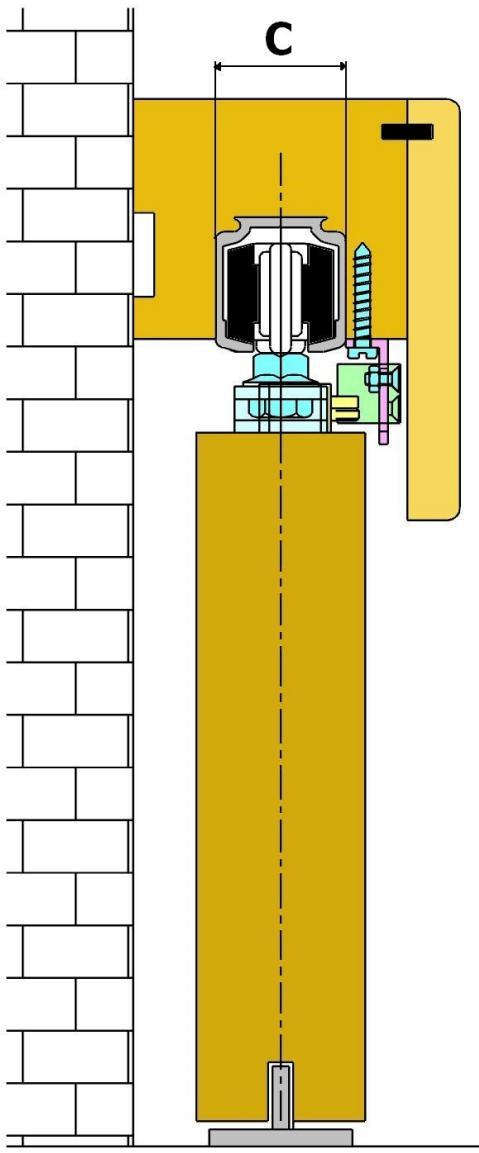
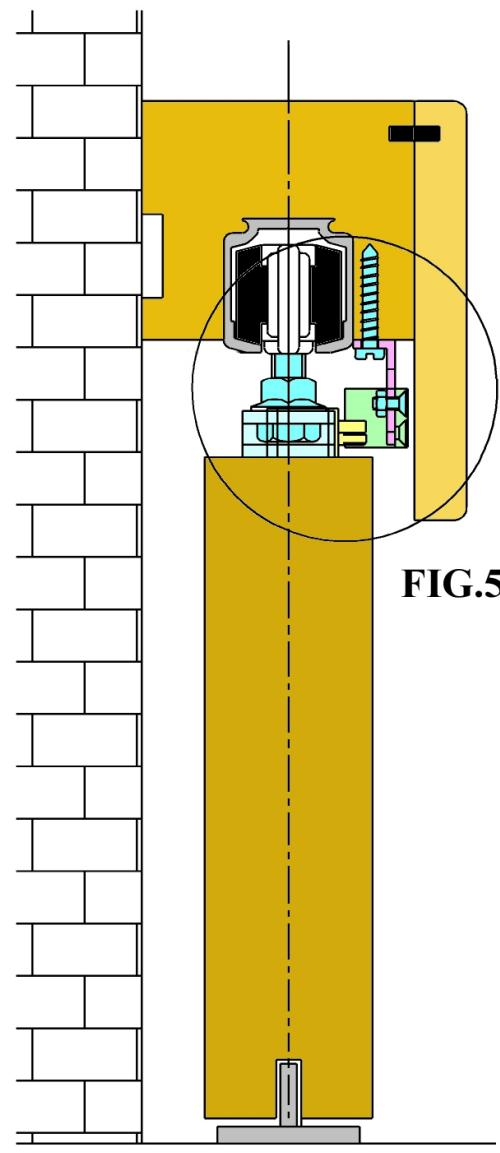
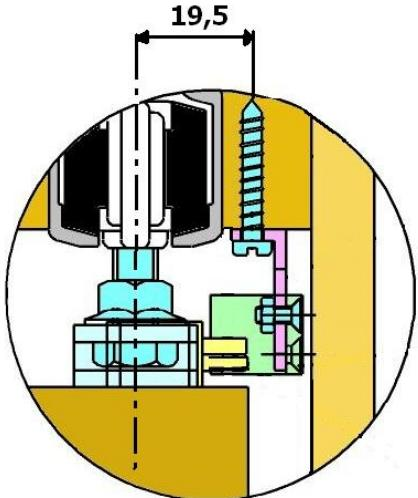

Fig. 3 Regolazione con altezza minima
Fig. 4 Regolazione con altezza massima
Fig. 7 Quote di posizionamento della staffa per monorotaie con larghezza C<29 mm
- **ATTENZIONE:** per monorotaie di larghezza C inferiore a 29 mm la staffa ad L non deve essere posizionata contro il bordo della monorotaia. Fissare la staffa in modo che i fori delle viti si trovino a 19,5mm dal centro della monorotaia (vedere Fig. 7)).
- Regolare l'altezza del dente in nylon in modo che agganci entrambi i denti in plastica del pistone senza toccare il bordo superiore dell'anta (vedere Fig.3) e 4)). Serrare il dado in modo da fissare in posizione il dente di nylon.
ATTENTION: for rails width C less than 29 mms. the L bracket must not be placed on board of the rail. Fix the bracket so that the holes of the screws are located at 19,5 mms. from the center of the rail (see Fig. 7).
- Regulate the height of the tooth in nylon so to hook the plastic teeth of the piston without hit the superior hem of the door (see Fig. 3 e Fig. 4). Tighten the locknut M3 so to fix in position the tooth in nylon.
- **ATTENTION** : pour les monorails de largeur C inférieur à 29 mm l'étrier à L ne doit pas être positionné contre le bord du monorail. Fixer l'étrier en manière que les trous des vis sont à 19,5 mm du centre du monorail (voir Fig. 7). Régler l'hauteur du dent en nylon afin d'accrocher les deux dents en plastique du piston sans toucher le bord supérieur de la porte (voir Fig. 3 et 4). Serrer l'écrou M3 en manière de fixer en position la dent en nylon.